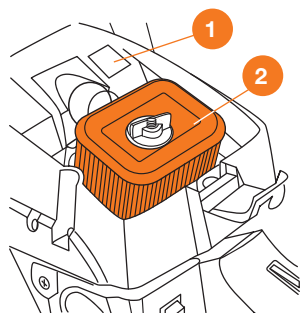

Рис. 17
- При использовании в холодное время года при температуре окружающей среды ниже +5 градусов используйте зимний режим работы, для этого снимите заглушку ❶ (Рис. 17). При повышении температуры окружающей среды установите заглушку на место.
Каждый раз после проведения работ производите очистку воздушного фильтра ❷ (Рис. 17). Очистите от опилок и откройте крышку воздушного фильтра, открутите барашковую гайку, снимите пластину и извлеките воздушный фильтр по направлению вверх. Всасывающее отверстие карбюратора, на время очистки фильтра, закройте чистой тканью, не допускайте попадания в карбюратор грязи и пыли. Фильтр вытряхните или продуйте сжатым воздухом изнутри наружу. В случае повреждения или невозможности очистки, замените фильтрующий элемент. Не используйте для очистки воду и другие жидкости. После очистки или замены установите фильтр на место, закрепите его пластиной и барашковой гайкой.